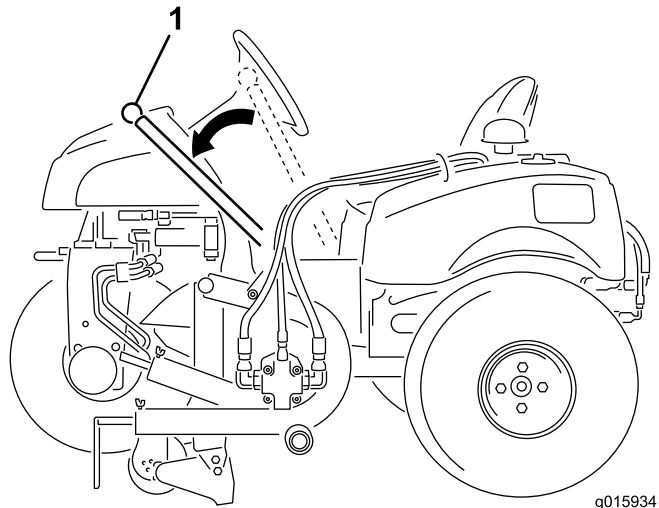

Figura 17
La palanca se utiliza para elevar y bajar el cortabordes (Figura 17).
2. Presione la palanca hacia fuera y baje la cuchilla del cortabordes al suelo (Figura 17).
- Presione la palanca hacia fuera y eleve la cuchilla del cortabordes a la posición de transporte (Figura 17).